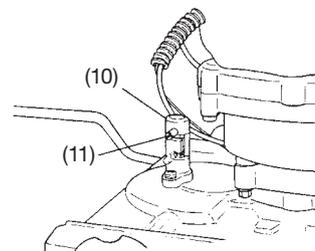

Fig. 8
- 6) Hvis boret setter seg fast under boring og er vanskelig å dra ut fra jorden, blir det enklere å stoppe motoren og låse boret med låsepinne. (Fig. 8)